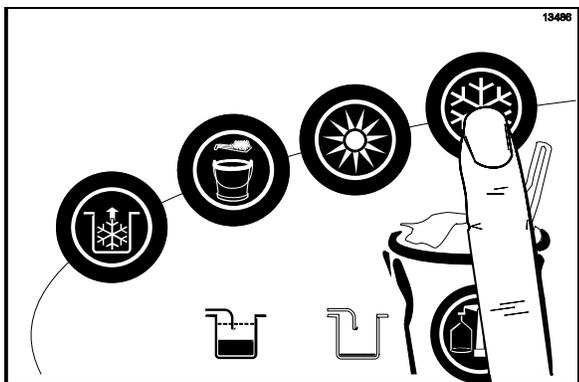

Figure 97
2. Annuler le fonctionnement automatique en appuyant sur le symbole AUTOMATIQUE (Cf. Figure 97).